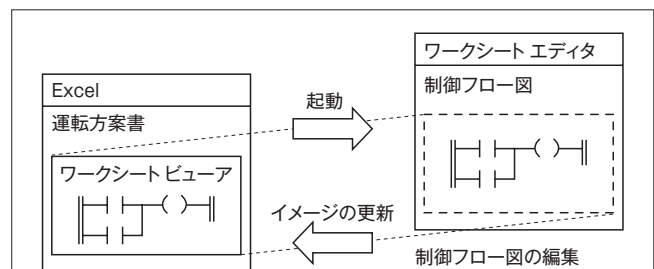

図2. 仕様書との連携 — ワークシートと関連付けることで、軽快な編集環境を実現している。
(2) 運転方案書に制御フロー図のイメージを表示することで運転方案書と制御フロー図を統合した。このために、次の機能を持つActiveX(注1)コントロール(注2)“ワークシートビューア”を提供する(図2)。